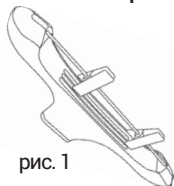

рис. 1
Воздушные вешалки (рис.1), предоставляемые в комплекте с паровым шкафом, предназначены специально для данного прибора, другие вешалки использовать не рекомендуется, чтобы избежать деформации одежды.
1. Снимите крышку HEPA фильтра (рис.1)